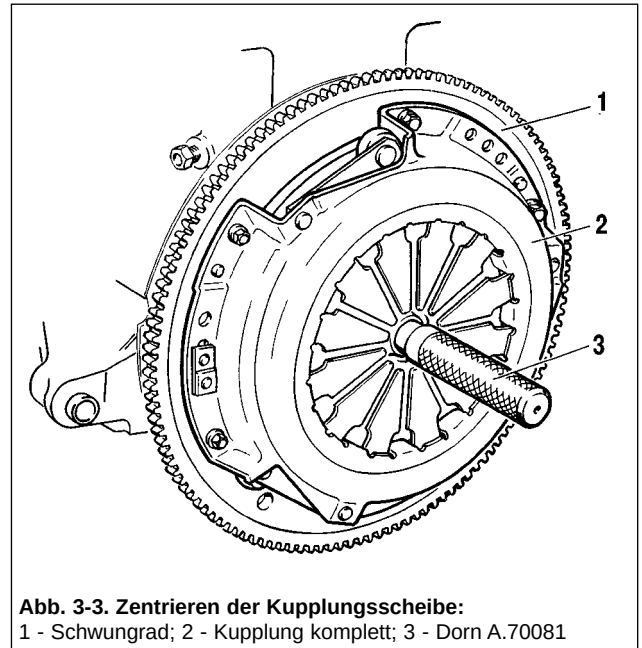

Abb. 3-3. Zentrieren der Kupplungsscheibe:
- die Kupplung montieren. Dazu die Kupplungsscheibe aufsetzen und mittels des Dorns A.70081, der das Schlitzende der Getriebeantriebswelle simuliert, zentrieren (Abb. 3-3). Der überstehende Teil der Kupplungsscheibe muß dabei in Richtung der Druckplatte zeigen;
- vor dem Einbau des Getriebes den Eingangswellenstumpf mit Waschbenzin abwischen und die Außenfläche der Führungsbuchse vom Ausrücklager mit Fett ШПГС-4 schmieren. Gegebenfalls die Kupplungsscheibe mit Dorn A.70081 (Abb. 3-3) zentrieren.